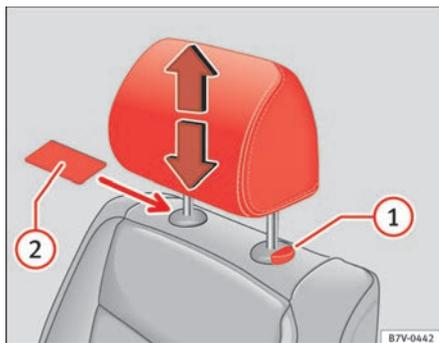

Abb. 92 Kopfstütze vorn ausbauen.
- Gegebenenfalls zum Entriegeln einen flachen Gegenstand, z. B. eine Plastikkarte, zwischen den Bezug der Sitzlehne und die Abdeckkappe der Führungsstange der Kopfstütze schieben ⇒ Abb. 92 (2).
- Kopfstütze bei gedrückter Taste (1) ganz herausziehen.
- Kopfstütze bei gedrückter Taste ⇒ Abb. 92 (1) nach unten schieben.